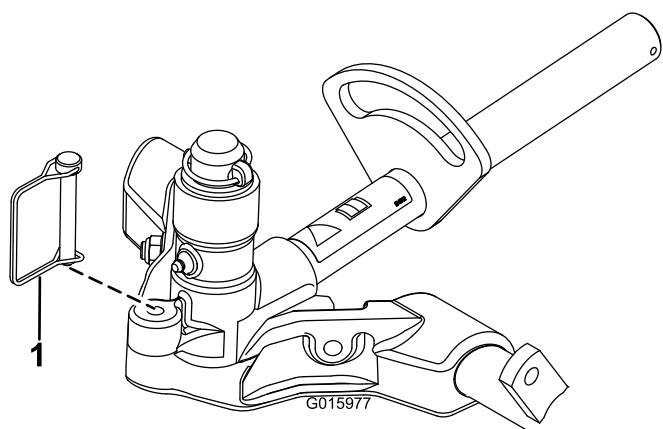

Figura 17
12. Per bloccare lo sterzo sugli apparati di taglio, fissate la forcella al telaio portante con il perno di ritenuta (Figura 17).